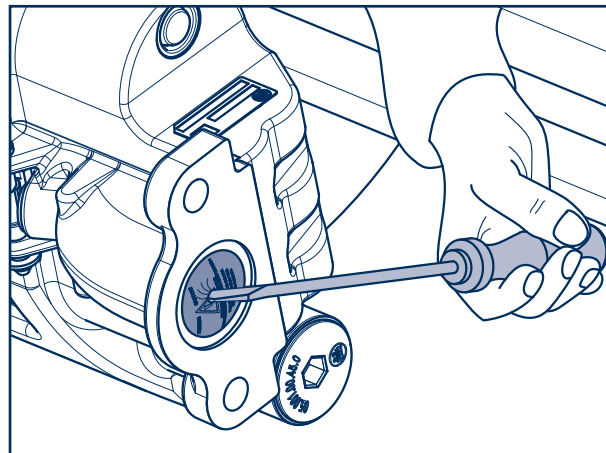

Fig. 4
- [6] Stopfen (Fig. 4/Pfeil) für die Entlüftung an der nach unten gerichteten Bohrung des neuen Bremszylinders (410) entfernen.
- [8] Bremszylinder (410) ansetzen und mit neuen Befestigungsmuttern montieren.
- [6] Remove the vent plug (Fig. 4/arrow) at the downwards-pointing hole in the new brake cylinder (410).
- [8] Position the brake cylinder (410) and install it using **new** mounting nuts. Tightening torque:
- [6] Retirer le bouchon (Fig. 4/flèche) de dégazage implanté dans l'alésage tourné vers le bas du cylindre de frein (410) neuf.
- [8] Accoster le nouveau cylindre de frein (410) et le monter au moyen d'écrous de fixation **neufs**. Couple de serrage :